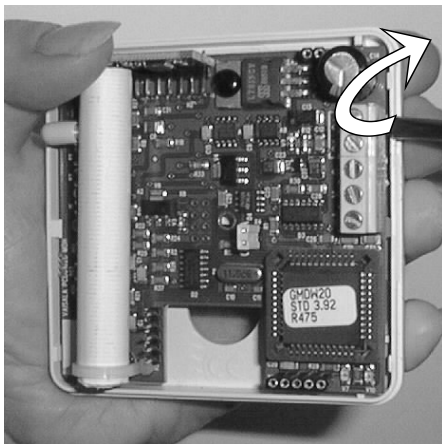

図1 ケーブル配線
4. ドライバーで上に押し上げ、プリント回路基板 (PCB) を取り外します (3 ページの 図 1 を参照)。